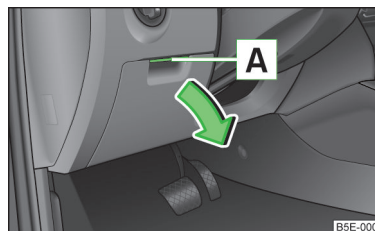

Fig. 66
- Ridicați mânerul A » fig. 66 și deschideți compartimentul în sensul indicat de săgeată.